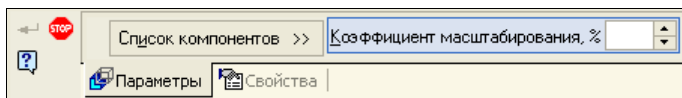

Рис. 44.11. Панель свойств: Вычесть компоненты
- ♦ на панели инструментов **Редактирование детали** нажмите кнопку **Вычесть компоненты**. На Панели свойств: Вычесть компоненты на вкладке **Параметры** (рис. 44.11):